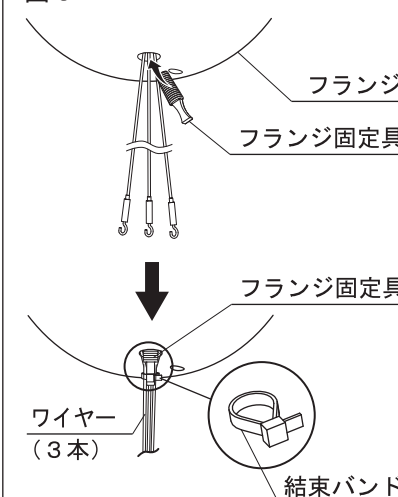

図 6
- ④ 結束バンドとフランジ固定具を取りはずしてください。（図6参照）